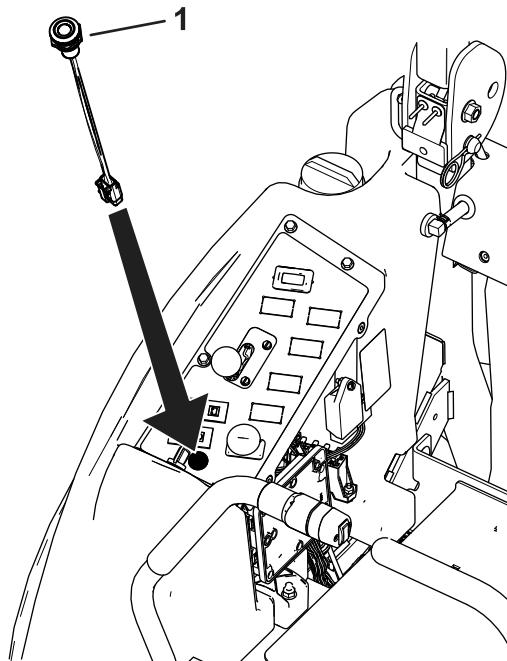

Рисунок 7
13. Установите световой индикатор в верхнюю часть консоли (Рисунок 7).